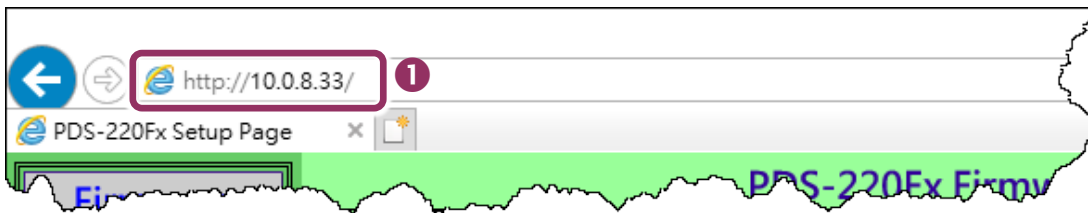

图 6-1-1
1. 打开网页浏览器，在地址字段输入 PDS-220Fx 的 IP 地址，然后按键盘上的“Enter”，连接到 PDS-220Fx 的网页服务器。（参考至图 6-1-1）